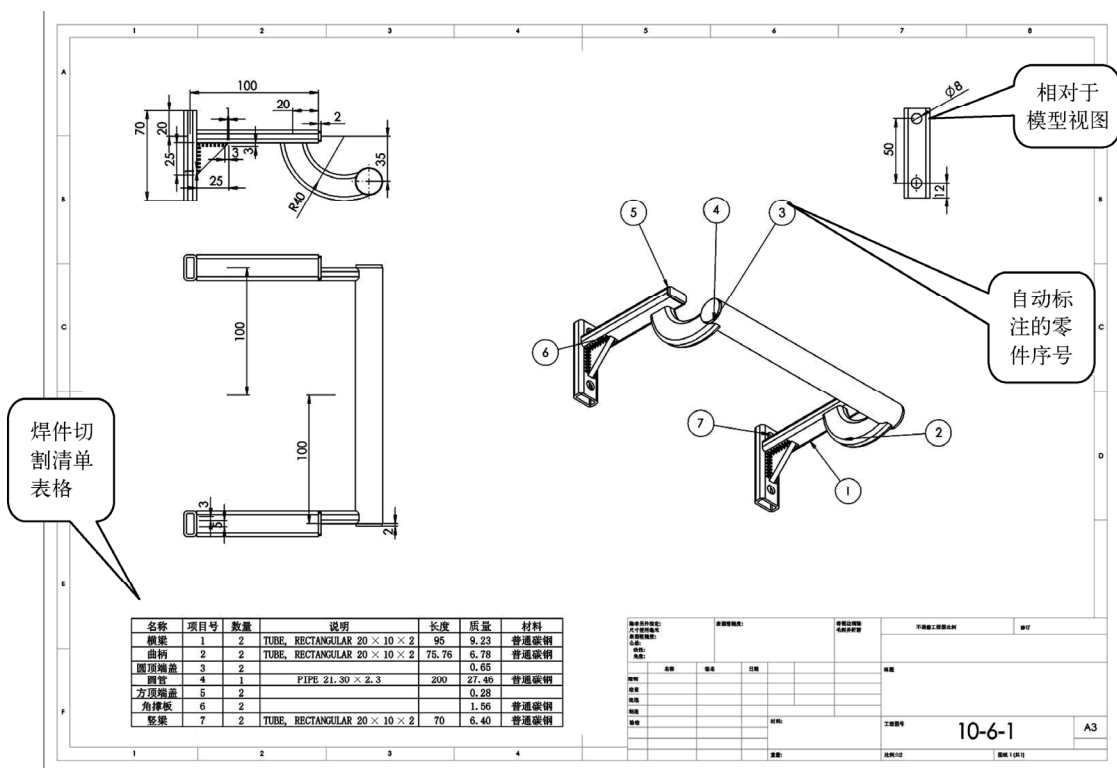
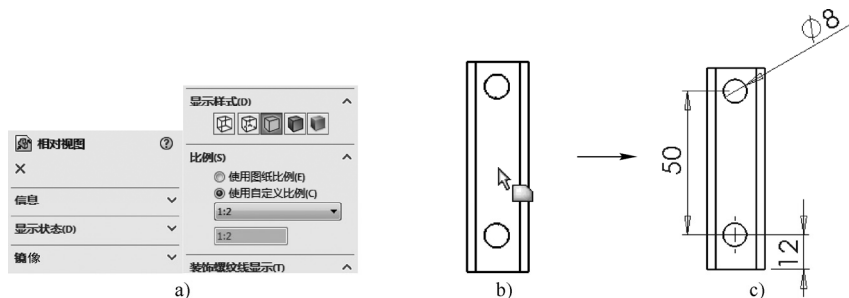

图 9-42 要创建的工程图
图 9-56 插入相对于模型视图操作 2
切割清单实际上是把焊件的各种属性、特征进行归类, 并且用数据的形式展现出来的一个表格。其在模型文件中主要是一个自动归类的工具, 另外可以通过其属性查看模型某一方面的特性等。如将其用于工程图中, 则可以自动生成焊件切割清单表格, 此表格可对模型文件进行详尽的说明, 非常方便, 如图 9-42 所示。所以, 本节将模型视图中的切割清单与焊件工程图放到一起讲解, 便于读者领会和学习。
STEP 16 切换回工程图创建窗口，并在工程图的适当位置单击即可创建所选实体的单独工程图，然后单击“智能尺寸”按钮为此工程图上的圆孔标注直径、两个圆孔间的间距和距离上边界的距离，如图 9-56 所示。最终效果如图 9-42 所示。